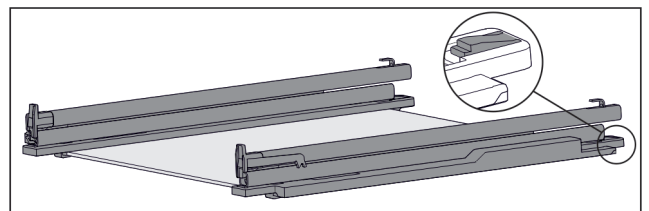

Fig. 95 Glasplatte mit Schienen und Halteteilen
- ▶ Halteteil hinten herunterdrücken (siehe Fig. 95) und gleichzeitig Schiene nach hinten schieben.